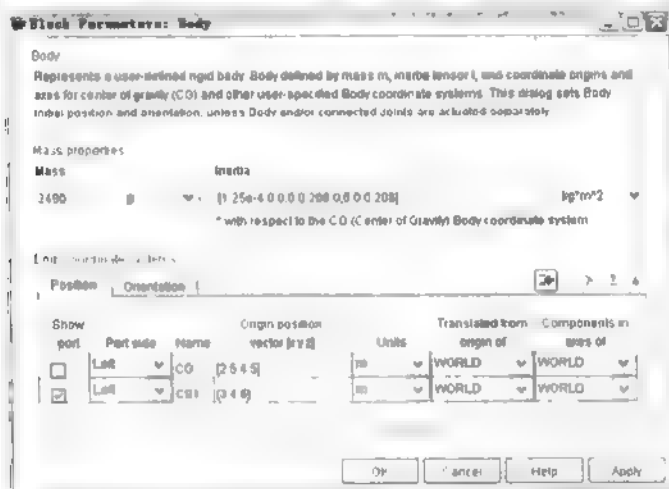

图 17.15 配置 Body Coordinate Systems (Position) 面板
(1) 打开 SimMechanics 库中的 Bodies 模块库。
(2) 拖放 Body 模块到模型窗口。
(3) 打开 Body 模块参数对话框，注意有两栏是我们需要配置的，如图 17.15 所示。
最后配置结果如图 17.15 所示。